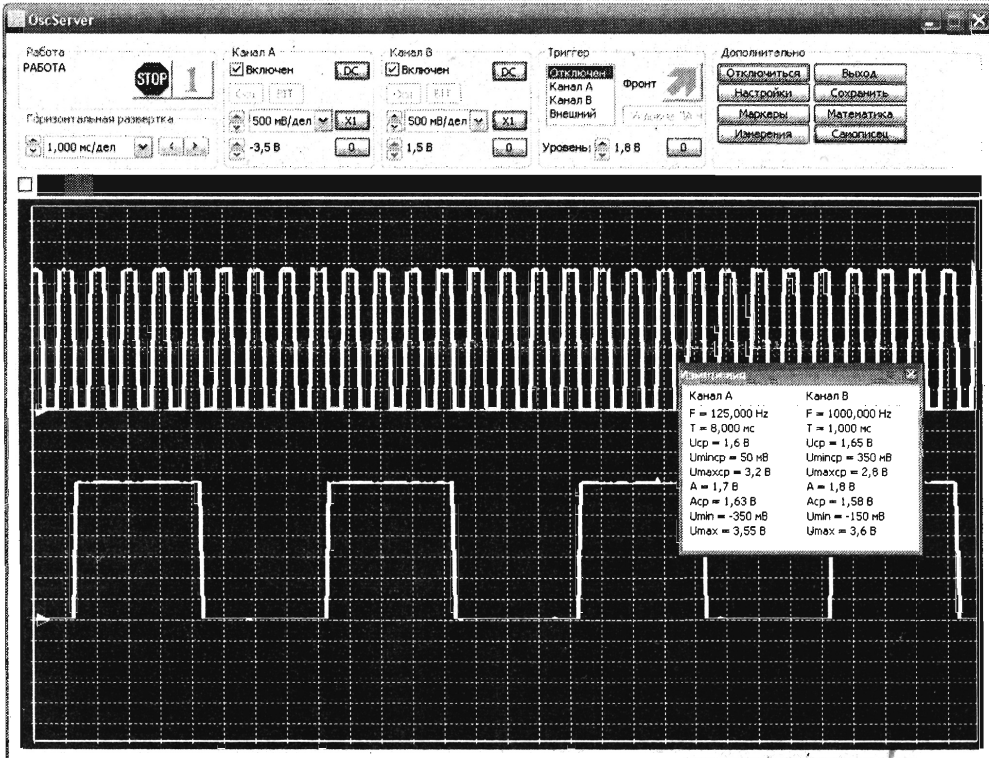
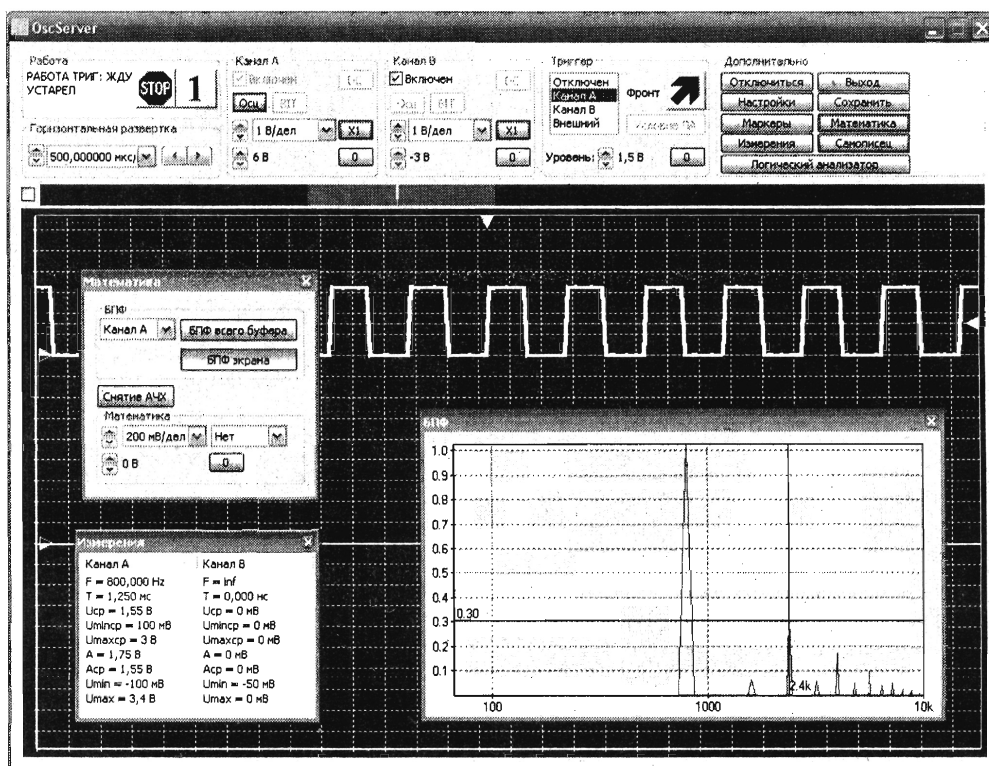

Рис.3
Рис.4
**Работа в режиме связи с ПК** осуществляется посредством программы OscServer.exe. Программа открывается в отдельном окне и выглядит в режиме осциллографа, как показано на **рис. 3**, а при включении режима БПФ (быстрого преобразования Фурье) появляется окно спектроанализатора, изображенное на **рис. 4**.